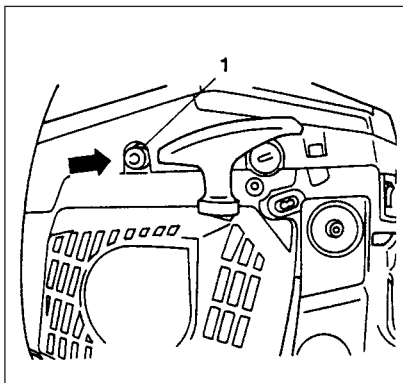

Fig. 2-2B
- * Tryk dekompresionsventilen (1) (hvis udstyret med. Denne ventil vil returnere, når motoren startes). (Fig. 2-2B)